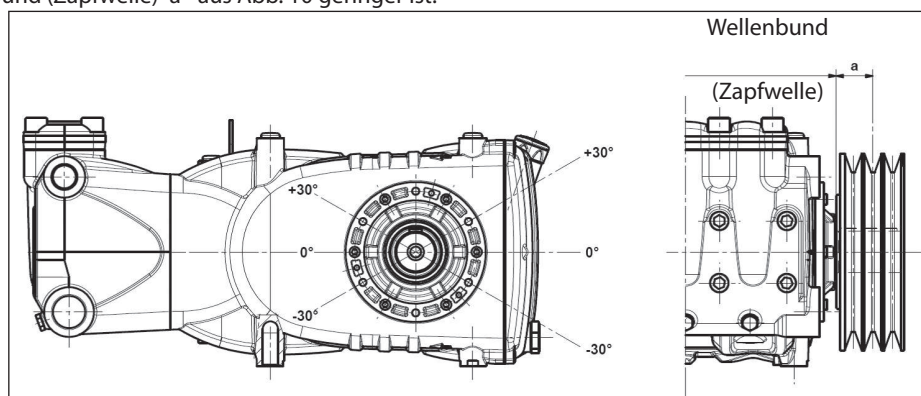

Abb. 10
Der Antrieb gilt als richtig bemessen, wenn die Belastung bei einem maximalen Abstand $a = 50$ mm vom Wellenbund (Zapfwelle) angewandt wird, siehe Abb. 10.
- b) Verwenden Sie Hochleistungsriemen - zum Beispiel **XPB** statt **SPB** - da hierbei weniger Riemen bei gleicher Leistungsübertragung benötigt werden und der Abstand zum Wellenbund (Zapfwelle) "a" aus Abb. 10 geringer ist.